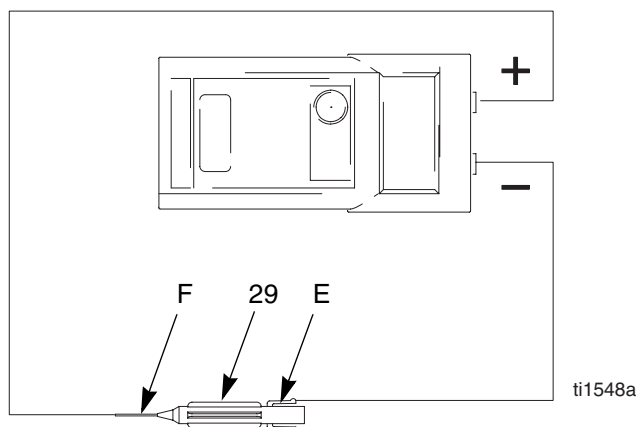

Fig. 9. Électrode
4. Démontez l'électrode (29), page 27. Mesurer la résistance entre le contact (E) et le fil d'électrode (F). La résistance devrait être de 20–30 mégohms. Si elle se situe en dehors de cette plage, remplacer l'électrode. Voir la Fig. 9.